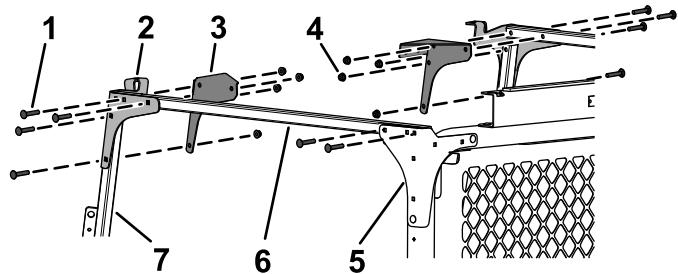

图 35
8. 如 图 35 所示用 4 个托架螺栓 $5/16 \times 1\frac{1}{4}$  英寸和 4 个凸缘螺母 $5/16$  英寸将交联管松松地安装到后安装支架和后角撑板上。